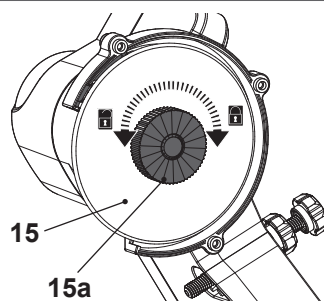

Fig. 9
1. Afloje los tres tornillos del protector (2) con un destornillador de cabeza Philips adecuado y retire el mismo.
2. Sujete con cuidado el disco abrasivo (15) con una mano mientras afloja y retira la tuerca de seguridad (15a) (Fig. 9).
3. Cambie el disco abrasivo (15) por uno nuevo.